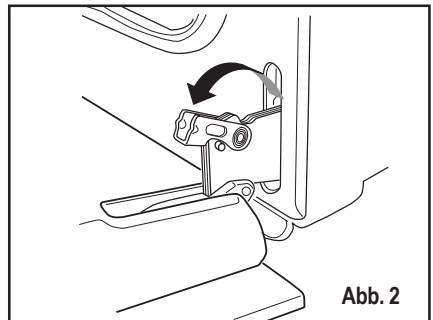

Abb. 2
3. Heben Sie die kleinen Hebel auf den beiden Scharnieren an, und drehen Sie die Hebel nach innen (Abb. 2).